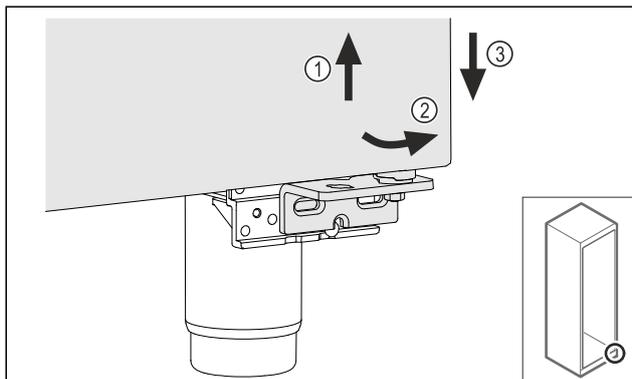

Fig. 26
- ▶ Немного приподнимите дверь Fig. 26 (1), наклоните снизу вперед Fig. 26 (2) и опустите Fig. 26 (3).